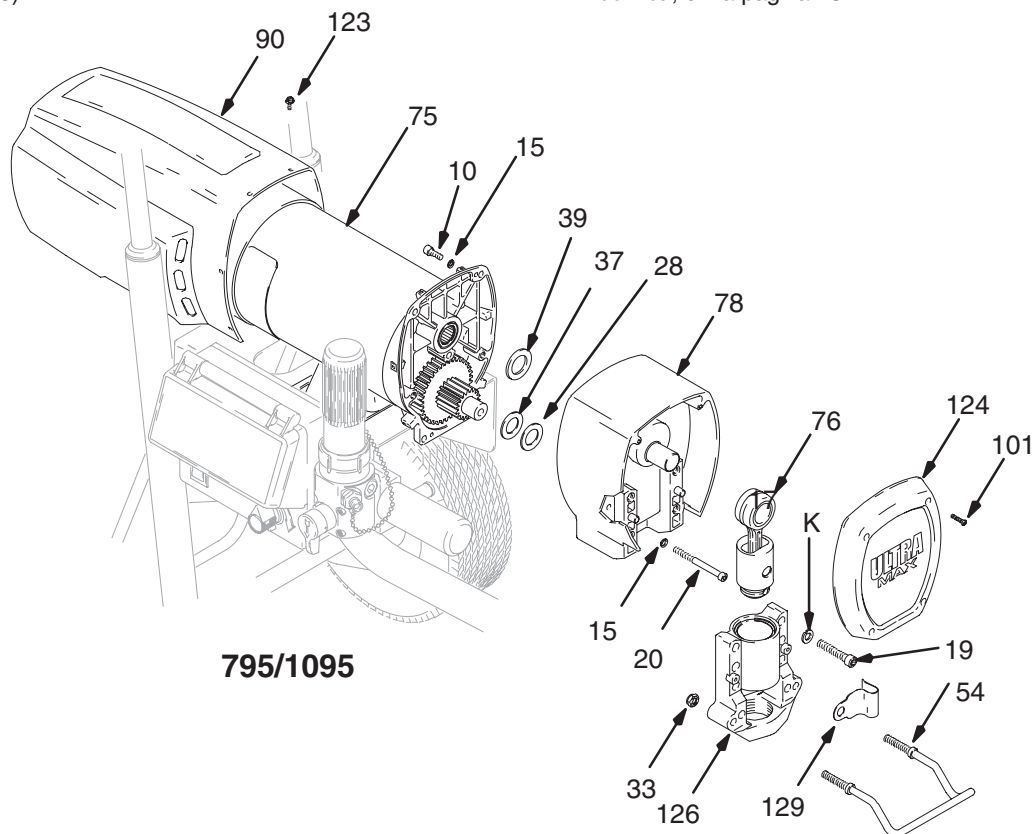

Fig. 15
2. Retire la bomba (79); vea **Sustitución de la base de bomba**, en la página 23.
3. Fig. 15. Retire los cuatro tornillos (39) y el blindaje (90).
4. Retire los cuatro tornillos (104) y las arandelas (17).
5. Retire los cuatro tornillos (40) y la tapa delantera (100).
6. Retire las dos tuercas (33), el colgador del cubo (54) y la abrazadera de resorte (95).
7. Retire los dos tornillos (105) y las arandelas (17).
8. Saque el alojamiento del impulsor (78) del motor (75).
9. Deslice la biela (76) sacándola del alojamiento del impulsor.
1. Deslice la biela (76) introduciéndola en el alojamiento del impulsor.
2. Introduzca el alojamiento del impulsor (78) en el motor (75).
3. Instale las arandelas (17) y los dos tornillos (105).
4. Instale la abrazadera de resorte (95), el colgador del cubo (54) y las dos tuercas (33).
5. Instale la tapa delantera (100) y los cuatro tornillos (40).
6. Instale las arandelas (17) y los cuatro tornillos (104).
7. Fig. 15. Instale el blindaje (90) con los cuatro tornillos (39).
8. Instale la bomba (79); vea **Sustitución de la base de bomba**, en la página 23.
- Retire la bomba (79); vea **Sustitución de la base de bomba**, en la página 23.
- Fig. 15. Retire los cuatro tornillos (123) y el blindaje (90).
- Retire los cuatro tornillos (10) y las arandelas (15).
- Retire los cuatro tornillos (101) y la tapa delantera (104).
- Retire las dos tuercas (33), el colgador del cubo (54) y la abrazadera de resorte (129).
- Retire los cuatro tornillos (19) y las arandelas (17) y el alojamiento del cojinete (126) del alojamiento del impulsor (78).
- Retire los dos tornillos (20) y las arandelas (15) y saque el alojamiento del impulsor (78) del motor (75).
- Deslice la biela (76) sacándola del alojamiento del cojinete.
- Deslice la biela (76) introduciéndola en el alojamiento del cojinete.
- Introduzca el alojamiento del impulsor (78) en el motor (75) e instálelo con las dos arandelas (15) y los tornillos (20).
- Instale el alojamiento del cojinete (126) en el alojamiento del impulsor (78) con los cuatro tornillos (19) y las arandelas (17).
- Instale la abrazadera de resorte (129), el colgador del cubo (54) y las dos tuercas (33).
- Instale la tapa delantera (124) y los cuatro tornillos (101).
- Instale las arandelas (10) y los cuatro tornillos (15).